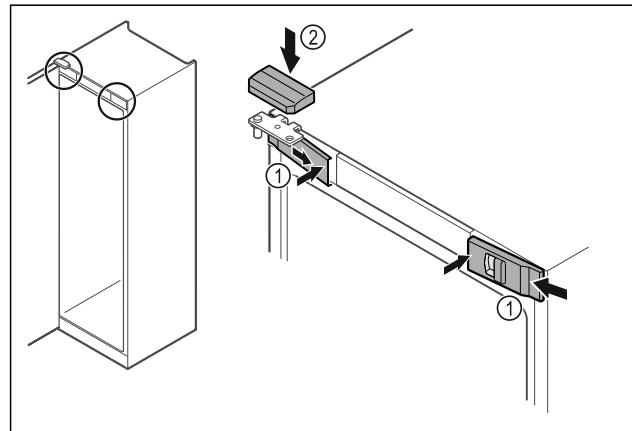

Fig. 36
- ▶ Передні кришки Fig. 36 (1) зачепити збоку та зафіксувати всередині.
- ▶ Заділіть верхню кришку Fig. 36 (2) зверху.